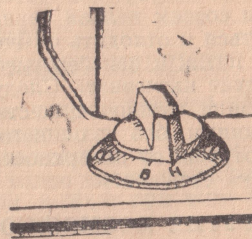

Рис. 49.
При помощи этого приспособления можно с большим удобством штопать такие изделия, которые можно развернуть на плоской платформе машины, как, например, скатерти, рубашки, платки и т. д. Как при вышивании, так и при штопке необходимо опустить зубцы рейки, поставив регулятор на платформе на риску с буквой В (рис. 49).
1. Прежде всего необходимо опустить зубцы рейки подачи (двигателя ткани), повернув ручку на платформе машины на левую метку В (вышивание), как указано на рис. 49.
6. Поворотом ручки на платформе (рис. 49) выключают подачу.
Опускание зубцов рейки подачи (двигателя ткани) очень быстро производится ручкой на платформе с правой стороны у основания рукава (рис. 49). Эту ручку нужно поставить на левую риску опорной пластинки с меткой В (т. е. вышивание). Тогда зубцы не будут подниматься над игольной пластинкой и не будут мешать вышиванию.